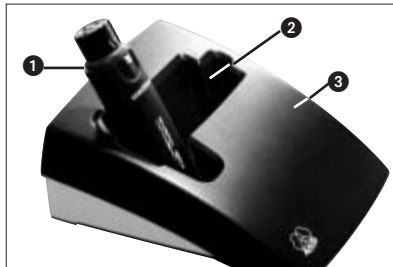

Abb. 2: SO 40
3. Stellen Sie den Sender (1) in die Lademulde (2) der Ladestation (siehe Abb. 2 bis 4).
**Wichtig (SO 40 - Abb. 2): Ziehen Sie den SO 40 vom Mikrofon ab, bevor Sie ihn in die Ladestation stellen. Andernfalls besteht die Gefahr, dass die Ladestation umkippt und der Sender aus der Lademulde herausfällt.**
**Stellen Sie den Sender gemäß Abb. 2 bis 4 in die Ladestation.**